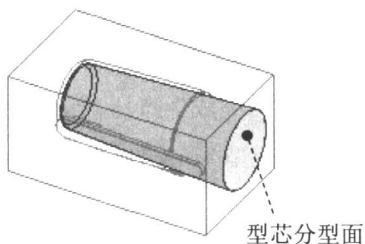
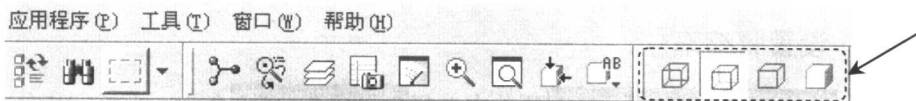

图 1.7 创建型芯分型曲面
图 1.9 “模型显示”工具栏的位置
下面的操作是创建零件 pen_cap.prt 模具的型芯分型曲面(如图 1.7 所示),以分离模具元件——型芯,其操作过程如下:
Step3. 通过“旋转”的方法创建如图 1.7 所示的曲面。
(1) 选择下拉菜单**插入(I) → 旋转(R)...**命令。
(2) 在绘图区域右击,从弹出的菜单中选择**定义内部草绘...**命令;然后选择 MOLD_RIGHT 基准面作为草绘平面,草绘平面的参照平面为 MAIN_PARTING_PLN 基准面,方位为**左**,单击**草绘**按钮,至此系统进入截面草绘环境。
(3) 绘制截面草图。
① 进入截面草绘环境后,利用如图 1.9 所示的“模型显示”工具栏(一般位于软件界面的右上部),可以切换模型的显示状态。按下  按钮,将模型的显示状态切换到虚线线框显示方式。